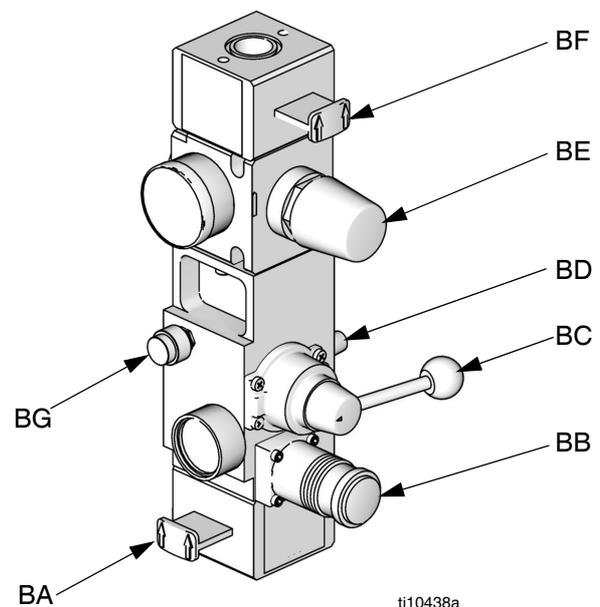

ABB. 4. Integrierte Luftregler
| J | Integrierte Luftregler (siehe ABB. 4) | | |
- Integrierte Luftregler (J). Siehe **ABB. 4**.
- Magnetventil des Luftmotors (AD). Das Magnetventil ist aktiv, wenn ausgewähltes System eingeschaltet ist und sich im Betriebsmodus, Umlaufmodus oder Ansaugmodus befindet. Das Magnetventil ist nicht aktiv, wenn System ausgeschaltet ist oder sich im Druckabbaumodus befindet, oder wenn sich Ram in einem inaktiven Bereitschaftsmodus befindet. Die LED am Magnetventil leuchtet, wenn Magnetventil eingeschaltet ist.